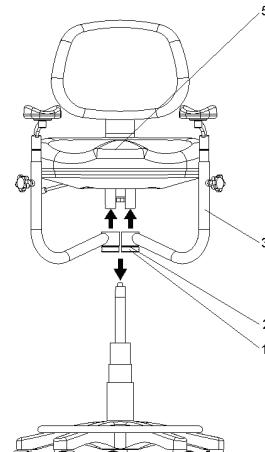
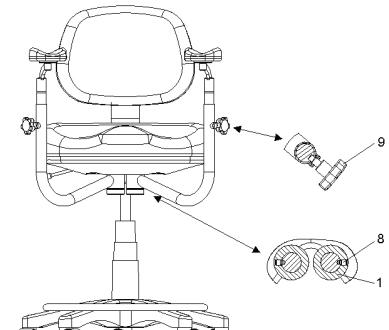

Рис. 7.4
Рис. 7.5
- наденьте на штири кронштейна стула подлокотники 3, кольца 2, опорные кольца 1 (см. рис. 7.4). Зафиксируйте опорные кольца 1 при помощи винтов 8 (см. рис. 7.5);
Для регулировки положения подлокотника по высоте ослабьте винт 9 (рис. 7.5), переместите стойку подлокотника 10 на требуемую высоту и вновь зафиксируйте это положение винтом 9.